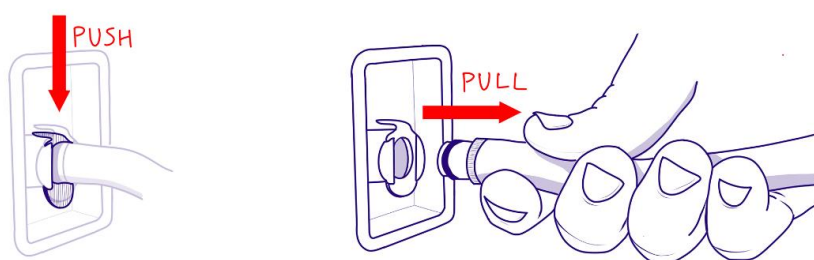

Figura 7 – Kit di svuotamento vasca
8. Scollegare il Kit di svuotamento vasca dalla valvola presente sul bagnomaria mediante l'apposito blocco metallico di serraggio posto sopra la valvola di svuotamento (vedi figura 7).